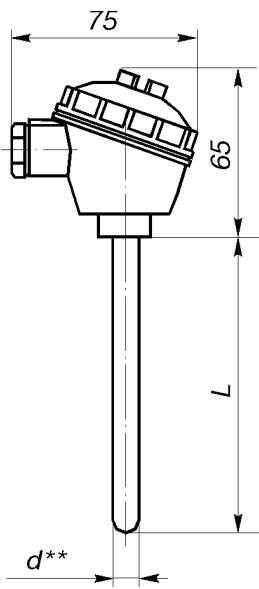

Рис.13.
(ост.см.рис.13)
** Диаметр защитной арматуры d , мм (для рис.13, 14, 15)
- 13*, 16 по рис.13